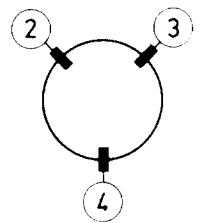

Fig. 4d
La convergence dynamique est réalisée par l'inclinaison verticale et horizontale de l'unité de déflexion. Afin de fixer la bonne position de l'unité de déflexion, trois ailettes de caoutchouc sont placées entre le verre du cône du tube image et l'unité de déflexion, selon les Fig. 4d et 5d.
6. Enlever l'ailette ① afin d'obtenir la situation telle qu'elle est représentée en Fig. 4d ou 5d.